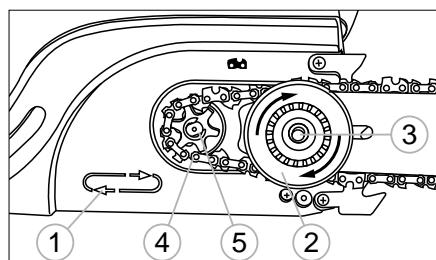

Рис. 6
4. Убедитесь, что направление звеньев пильной цепи совпадает с маркировкой на корпусе пилы 1 (рис. 6). Установите механизм натяжителя вместе с шиной 2 (рис. 6) на крепежный болт 3 (рис. 6) и цепь 4 (рис. 6) на звездочку 5 (рис. 6).
- Прижмите шину рукой к креплению на корпусе, слегка натяните цепь, вращая механизм натяжителя 2 (рис. 6) по часовой стрелке.